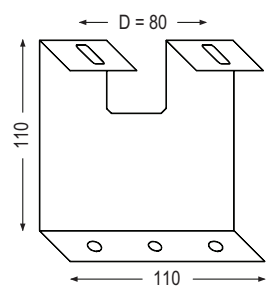

Fig.4a
4. On top of the heater there are two cable grommets "CG", fig.2, allowing multiple connections. Connection according to fig.4a, 4b or 4c to a 16mm² terminal block. When using connection 4b, one heating element at a time can be connected (for three output steps). Protect the supply cable, if it comes in contact with hot parts!
4. An der Oberseite des Heizstrahler befinden sich zwei Kabeleinführungen „CG“ (fig.2), mit denen verschiedene Anschlussvarianten möglich sind. Der Anschluss erfolgt über einen 16 mm² Anschlussblock (fig.4a, 4b oder 4c). Bei Verwendung der Verbindung 4b kann jeweils ein Heizelement angeschlossen werden (für drei Ausgangsschritte). Schützen Sie das Anschlusskabel vor Kontakt mit heißen Teilen!
4. Deux entrées de câble «CG» (fig.2) sont situées en haut du radiateur plafond, avec lesquelles différentes options de connexion sont possibles. La connexion est faite sur un bloc de connexion de 16 mm² (fig.4a, 4b ou 4c). Lors de l'utilisation de la connexion 4b, un élément chauffant à la fois peut être connecté (pour trois étapes de sortie). Protéger le câble de connexion contre le contact avec les parties chaudes.
4. Aan de bovenzijde van de stralingspaneel bevin-den zich twee kabelinvoeren "CG" (fig.2), waarmee verschillende aansluitopties mogelijk zijn. De aansluiting wordt gemaakt op een 16 mm² aansluitblok (fig.4a, 4b of 4c). Bij aansluiting 4b kan één verwarmingselement tegelijk worden aangesloten (voor drie uitgangen). Bescherm de aansluitkabel tegen contact met hete delen.
4. Ovanpå värmaren finns två kabelgenomföringar "CG", fig.2, vilket möjliggör vidarekoppling. Anslutning till kopplingsplinten, 16 mm², enligt fig.4a, 4b, eller 4c. Med anslutning 4b kan ett värmeelement åt gången anslutas (för tre effektsteg). Skydda kabeln om den kommer i kontakt med varma delar!